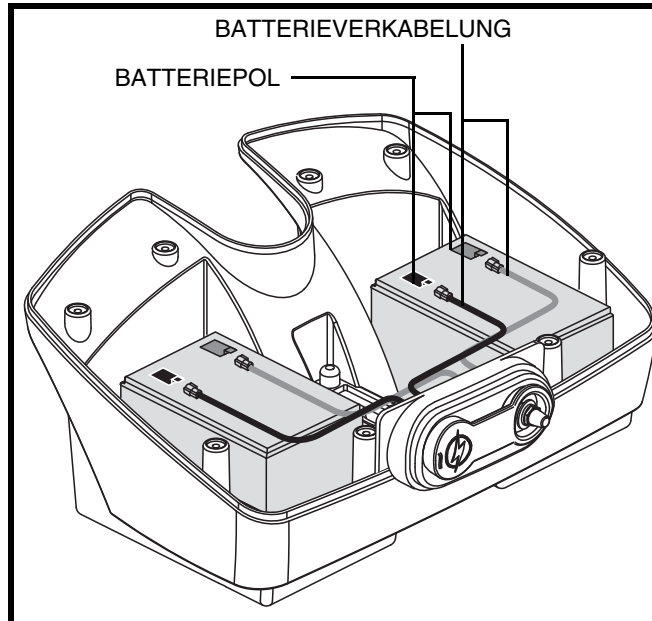

Abb. 16. Batterieaustausch
3. Entfernen Sie die am Umfang verteilten acht (8) Schrauben des Batteriepacks.
5. Unterbrechen Sie das schwarze (-) und rote (+) Batteriekabel von den Batteriepolen. **Siehe Abb. 16.**